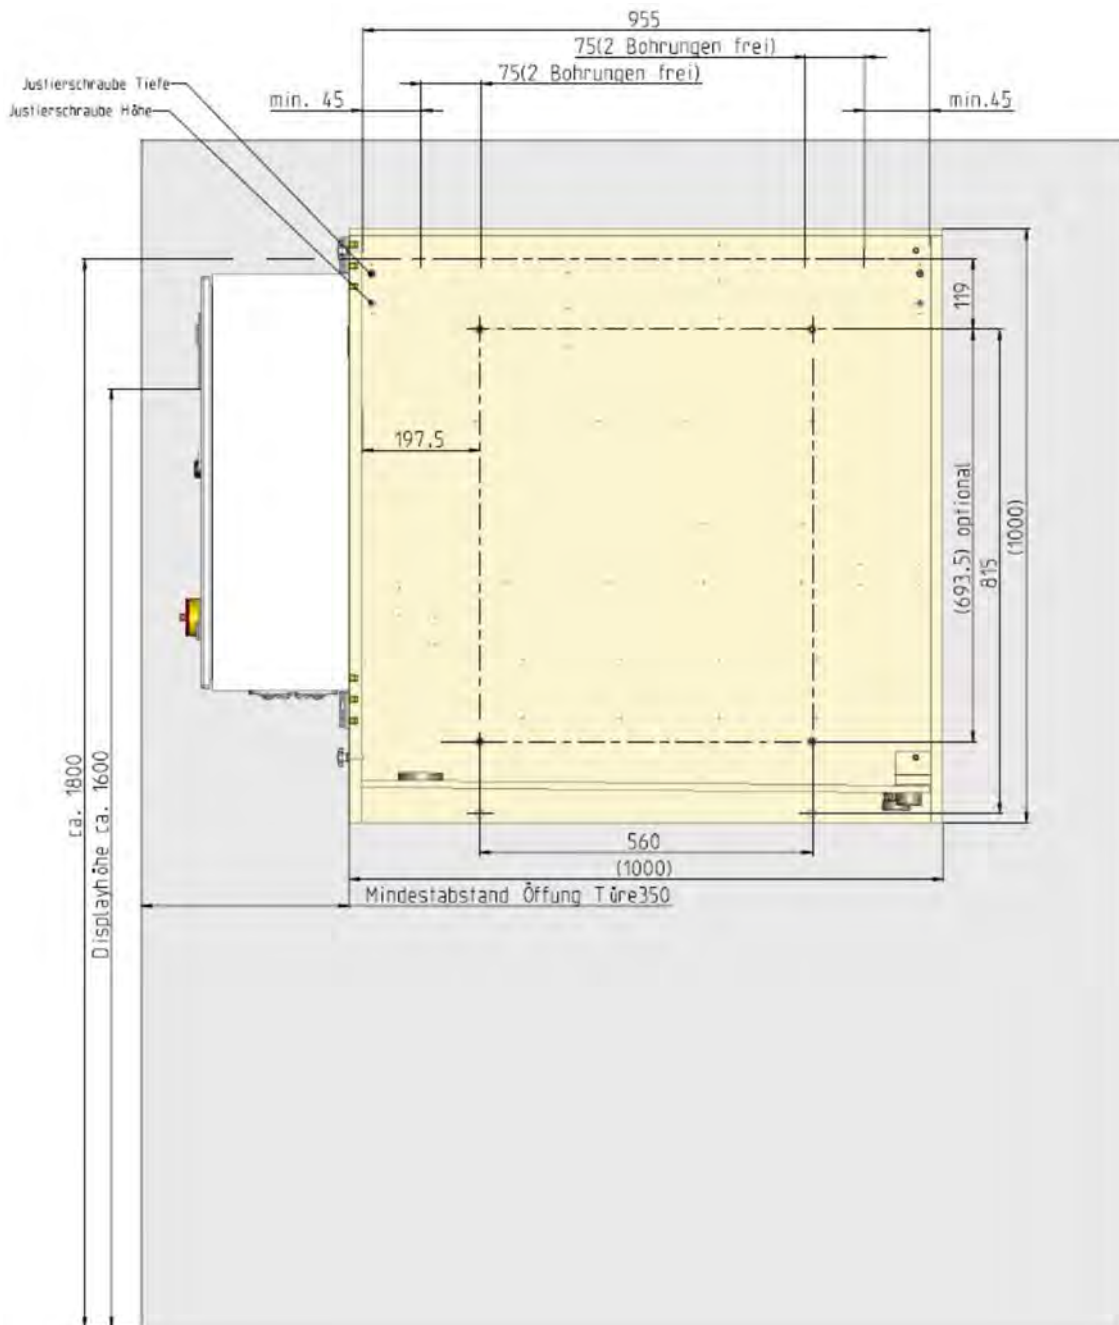

Abb. 7: Montageschema
2. ► Bohrlöcher gemäß Schema ↪ Kapitel 5.3.1 „Montageschema“ auf Seite 34, Abb. 7 an der Wand markieren.